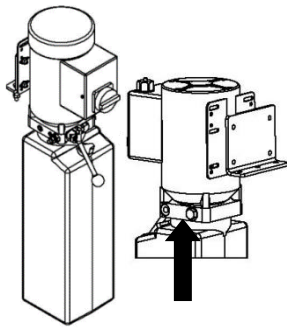

FIGURE 25 : SCEAU DE SÉCURITÉ
- 2. SCEAU DE SÉCURITÉ SUR LE BOUCHON DU RÉGULATEUR DE PRESSION. VOIR **FIGURE 25**.